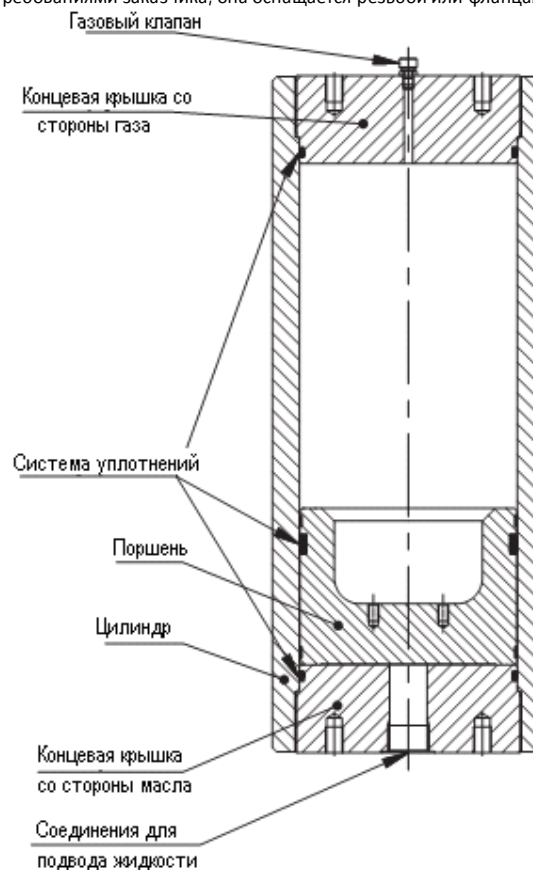

Рис. 1
Он разделяет внутреннюю полость цилиндра на две камеры, одна заполнена газом предварительной зарядки, а другая маслом или, говоря вообще, жидкостью из системы (рис. 1)
- Поршень изготовлен из алюминия для уменьшения времени реакции во избежание появления пиковых нагрузок во время коротких циклов. В нем также имеется облегчающая полость, как видно на рис. 1; эта полость находится со стороны камеры с газом для увеличения рабочего объема. Даже у поверхности, соприкасающейся с маслом, есть вогнутая полость. Назначение этой полости в том, чтобы давление масла действовало по всей поверхности поршня в камере с маслом, а не только в том месте, где находится крышка нижнего конца.